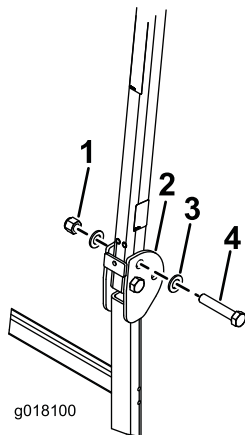

Figura 8
2. Insira uma anilha (13/16 pol. x 1½ pol.) em cada parafuso (¾ pol. x 4 pol.), como se mostra na Figura 8.
3. Nos furos de onde removeu os pinos, instale os parafusos e as anilhas (Figura 8).
4. Instale outra anilha em cada parafuso e prenda com porcas (¾ pol.), como se mostra na Figura 8. Aperte as porcas com uma força de 323 a 396 N·m.
5. Aperte o parafuso da articulação ROPS (Figura 8) com 91 a 113 N·m para evitar qualquer oscilação da barra de segurança e toldo.